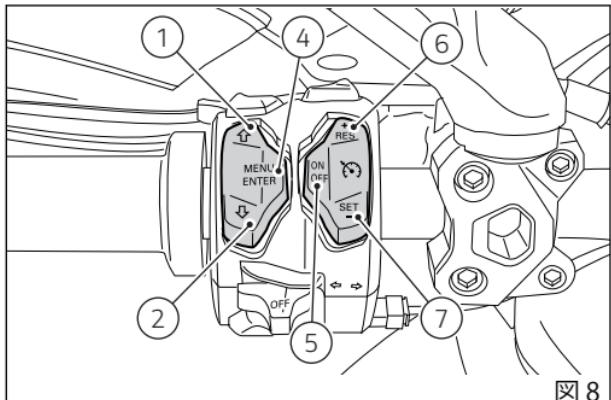

図 8
6) クルーズコントロールボタン - RES (レジューム) / + (増速) (図 8)
7) クルーズコントロールボタン - SET (設定) / + (減速) (図 8)